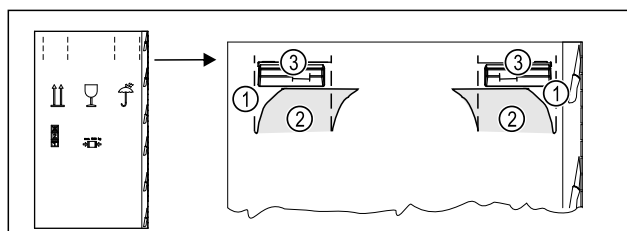

Fig. 4
- Fent, a perforálásnál Fig. 4 (1) nyomja be a csomagoló kartont.
- Húzza ki a benyomott füleket Fig. 4 (2).
- A jobb és a bal oldalon látható a hordfogantyú Fig. 4 (3).
- ▶ Tartsa meg a készüléket a hordfogantyúknál Fig. 4 (3).